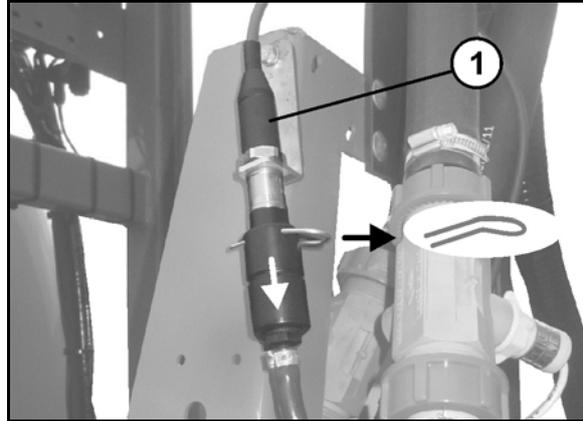

図 152
16. Super (スーパー) -S ブーム : ホースを圧力センサー (図 152/1) から外し、圧力センサーを排水します。